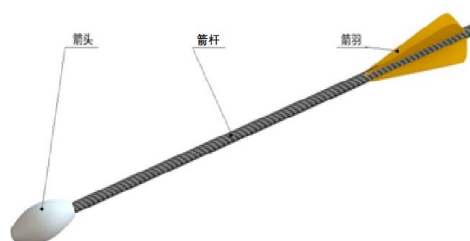

图 3 箭
b) 箭的外形如图 3 所示，总长度 640mm，总质量 90g。箭杆直径 12mm，用碳纤维管制成。箭头的材料为硅橡胶，最大直径为 40mm，长约 80mm。箭尾有均布在箭杆周围的四片箭羽，长约 130mm，最大径向宽度约为 25mm。每场比赛中，组委会将为每支参赛队提供 20 支箭。所有箭的结构、外形、主要参数是相同的，参赛队不得随意变更。箭不是参赛队专属的。比赛结束时只按参赛队自己壶中箭的数量记分，与该箭是由哪支参赛队投入的无关。